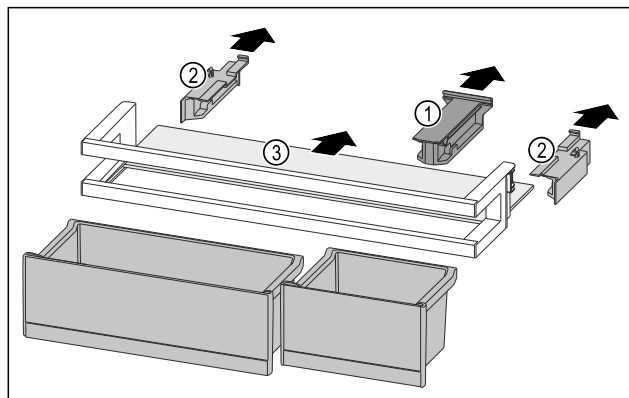

Fig. 115
- ▶ Držák Fig. 115 (1) stáhněte.
- ▶ Boční díly Fig. 115 (2) stáhněte.
- ▶ Odkládací plochu Fig. 115 (3) odeberte.